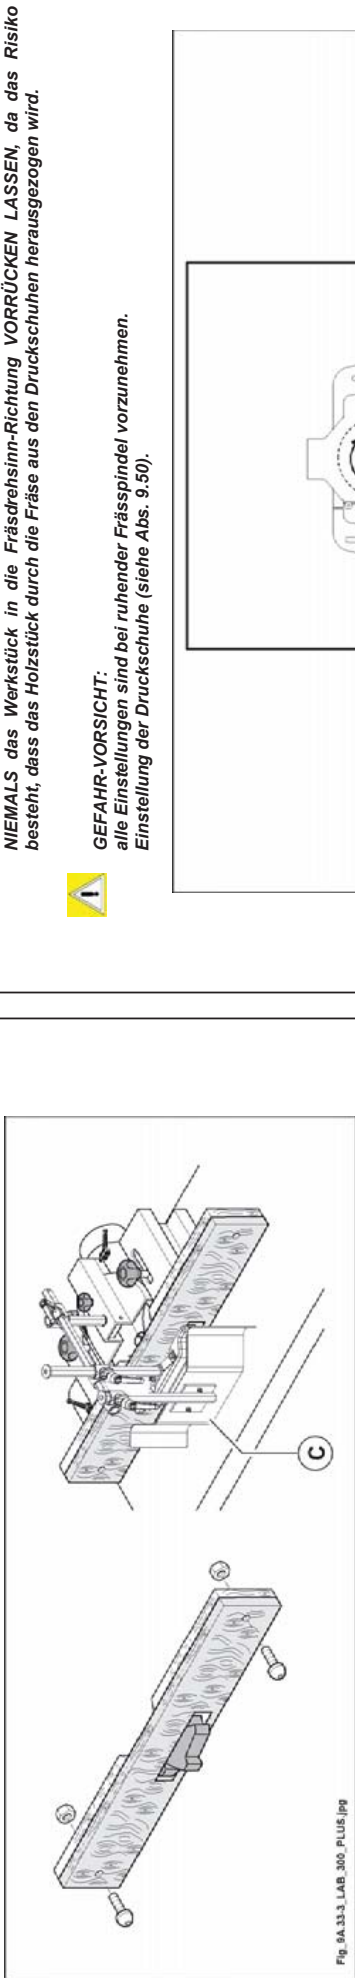

Abb. 9.33-3
Wenn Arbeiten wiederholt durchgeführt werden oder bei besonderen Ausführungen, wird empfohlen, eine Gegenführung herzustellen, die auf der Fräsenhaube befestigt und in Übereinstimmungen mit dem Werkzeug geöffnet wird. Die Gegenführung mit 2 Linsenschrauben und 2 Muttern M8 an den beiden Auflageflächen befestigen (Abb. 9.33-3).
- druckschuh (C Abb. 9.33-3) so positionieren um den Bediener gegen eventuelles Auswerfen von Splintern oder Werkzeugteilen zu schützen.